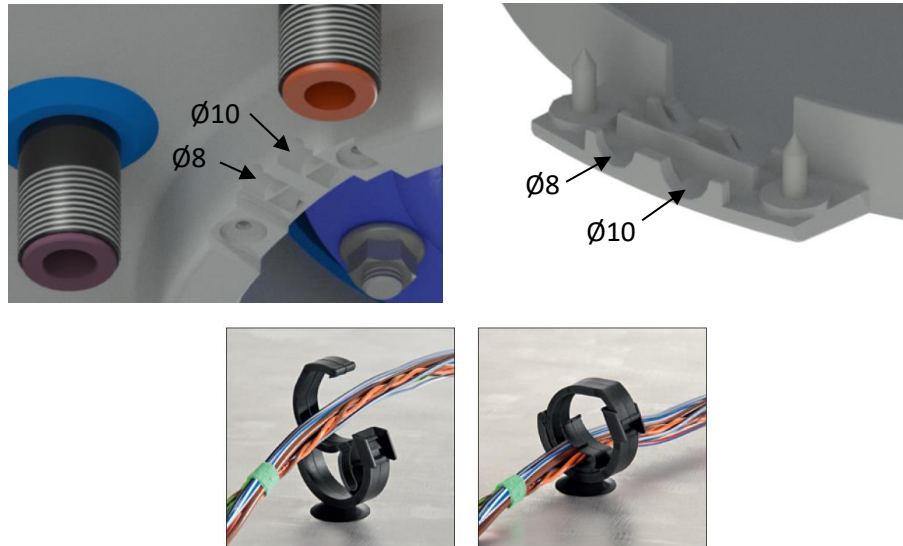
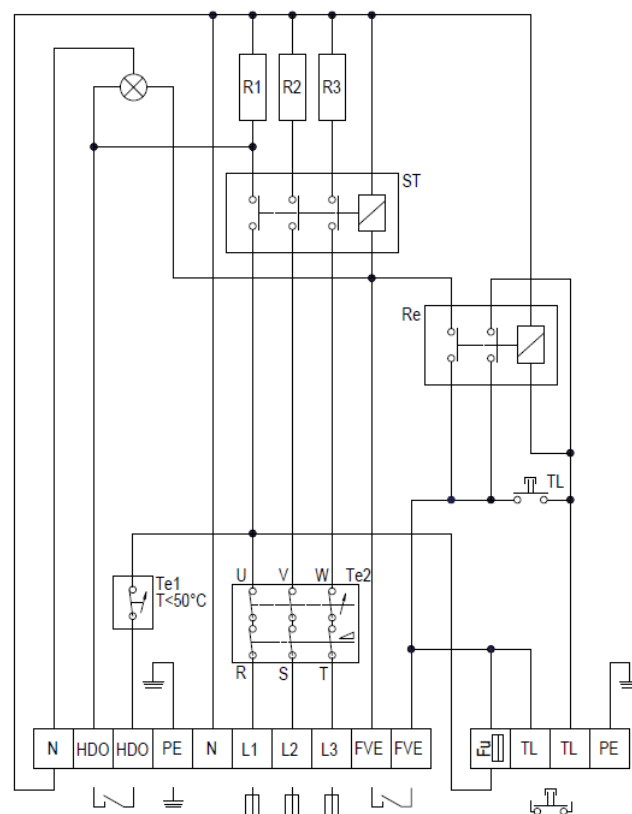

Abbildung 8
Abbildung 9
Der Anschluss ist gemäß Anschlusschema durchzuführen. Der werkseitig vorgenommene Anschluss darf nicht geändert werden! (Abbildung 9). In der Abdeckung der Elektroinstallation ist die Trennscheibe zu entfernen, die dem Durchmesser der Zuleitung $\varnothing 8$ oder $\varnothing 10$ (Abbildung 8) entspricht. Die Schutzart der elektrischen Teile des Wassererwärmers ist IP 44. Der Leistungsbedarf der elektrischen Körper beträgt 3x2000W. Für sichere Kabelbefestigung sind im WWS die Kabelhaltern installieren.
- Das Schema des Elektroanschlusses ist dem Warmwasserbereiter auch am Gehäuse der Elektroinstallation (Abbildung 9) beigelegt.